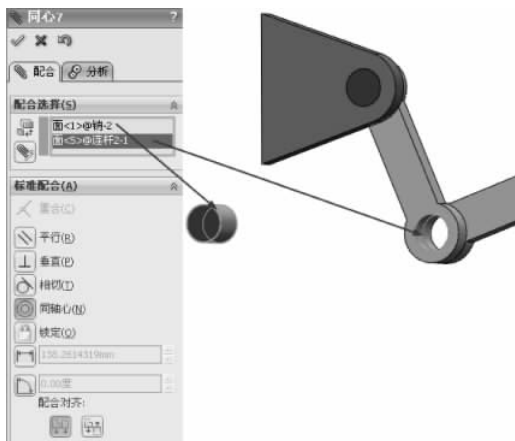

图 3-228 同轴心配合
(17) 选择【标准配合】选项组下的【同轴心】配合类型,在【要配合的实体】选择框中选择如图 3-228 所示的面,其他保持默认,单击【确定】按钮,完成同轴心配合。